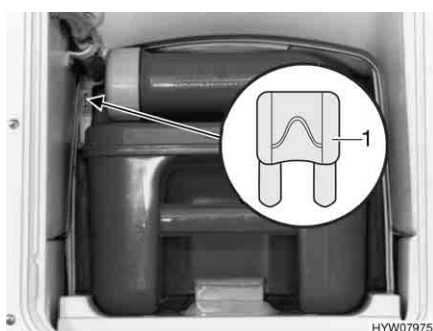

Fig. 56 Fusibile della toilette Thetford
- Sostituire il fusibile (Fig. 56,1).